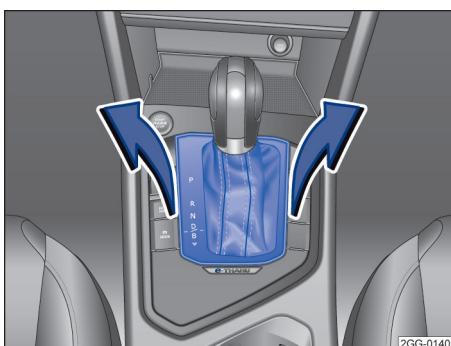

图 93 拆卸换挡杆面板
- 小心将选换挡杆防尘套区域内的面板连同其上连接着的导线一起向上拉 → 图 93。